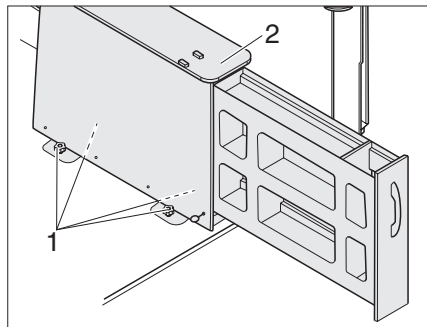

Fig. 55 Retirar el cajón trasero
- ▶ Soltar las 4 perillas de empuñadura de estrella (Fig. 55,1) y retirar el cuerpo (Fig. 55, 2) del cajón trasero.